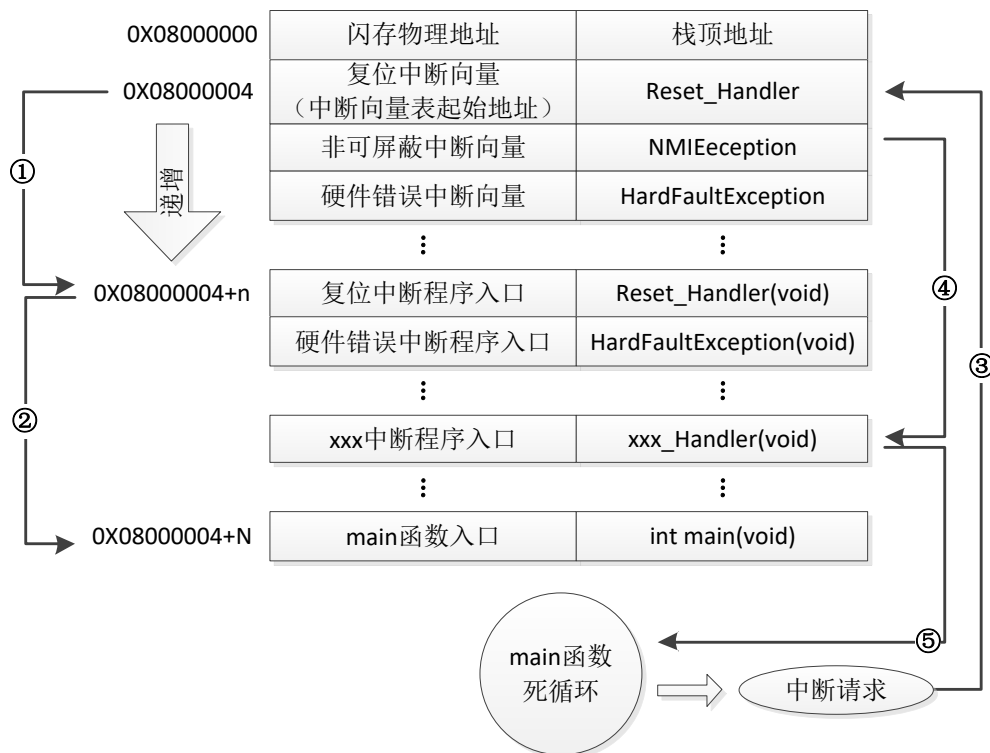

图 37.1.1 STM32 正常运行流程图
我们先来看看 STM32 正常的程序运行流程, 如图 37.1.1 所示:
在图 37.1.1 中，STM32 在复位后，先从 0x08000004 地址取出复位中断向量的地址，并跳转到复位中断服务程序，如图标号①所示；在复位中断服务程序执行完之后，会跳转到我们的 main 函数，如图标号②所示；而我们的 main 函数一般都是一个死循环，在 main 函数执行过程中，如果收到中断请求（发生重中断），此时 STM32 强制将 PC 指针指回中断向量表处，如图标号③所示；然后，根据中断源进入相应的中断服务程序，如图标号④所示；在执行完中断服务程序以后，程序再次返回 main 函数执行，如图标号⑤所示。
址，并跳转到复位中断服务程序，在运行完复位中断服务程序之后跳转到 IAP 的 main 函数，如图标号①所示，此部分同图 37.1.1 一样；在执行完 IAP 以后（即将新的 APP 代码写入 STM32 的 FLASH，灰底部分。新程序的复位中断向量起始地址为 $0X08000004+N+M$ ），跳转至新写入程序的复位向量表，取出新程序的复位中断向量的地址，并跳转执行新程序的复位中断服务程序，随后跳转至新程序的 main 函数，如图标号②和③所示，同样 main 函数为一个死循环，并且注意到此时 STM32 的 FLASH，在不同位置上，共有两个中断向量表。